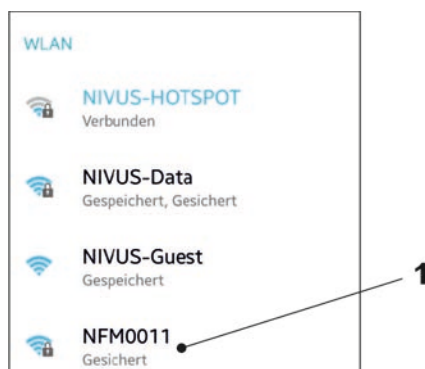

Abb. 31-4 WLAN-Liste
4. In der WLAN-Liste das NFM (Abb. 31-4 Pos. 1) mit der entsprechenden SSID (Auslieferungszustand = Seriennummer) anwählen.